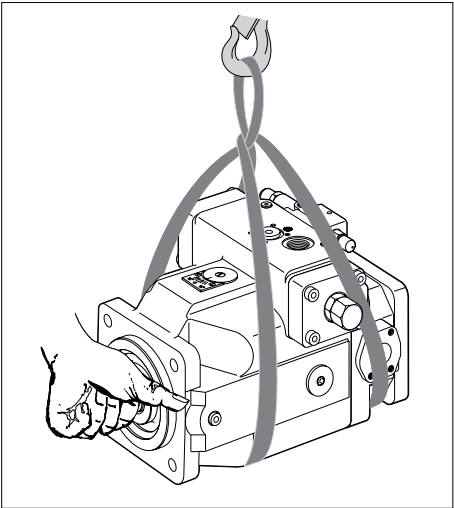

図 20: 吊り上げストラップでの運搬
- ▶ アキシャルピストンユニットの周りに吊り上げストラップを、付属部品 (バルブ など) の上を通らないように、また製品が付属部品から吊り上げられないように置きます (図 20 を参照)。